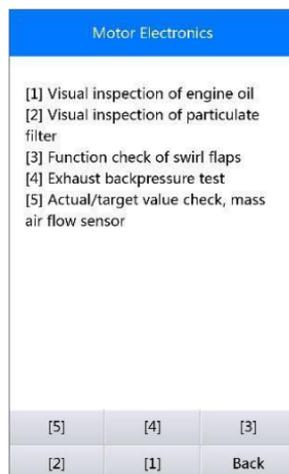

Figure 5-32 *Test – filtre à particules*
- a) Sélectionnez [1] du menu et appuyez sur OK (*Figure 5-32*).
- a) À partir du menu **test filtre à particules** , sélectionnez **[2]** et appuyez sur **OK** (*Figure 5-32*).
- a) Sélectionnez [3] du menu test de filtre à particules et appuyez sur OK (*Figure 5-32*).
- a) Sélectionnez [4] du menu filtre à particules et appuyez sur **OK** (*Figure 5-32*).
a) À partir du menu **Test de filtre à particules**, sélectionnez **[5]** et appuyez sur **OK**(*Figure 5-32*).